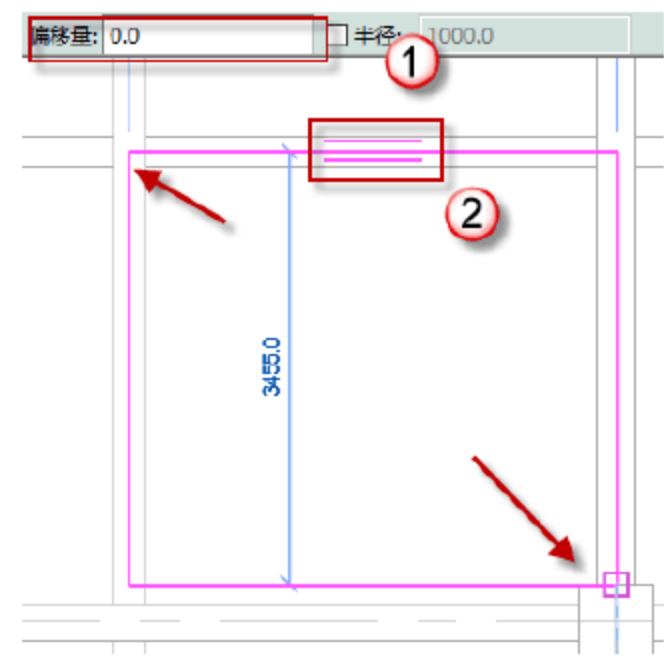

图 4.3.21 绘制 10 号板
(21) 绘制 10 号板，单击“矩形”选项，绘制 10 号板，调整跨方向，将偏移量设置为 0，单击√按钮，完成绘制，如图 4.3.21 所示。